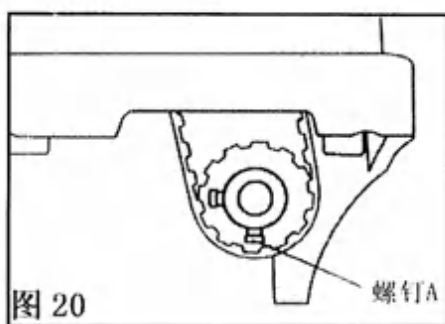

图 20
2) 将摆针指示盘 (1) 的两个螺钉 (2) 拧出，拆下摆针指示盘，拧松轮盘螺钉 (5)。
- 3) 通过旋转轮盘 (6) 来调整针基点的偏移量。
29、同步带的安装 (图 20):